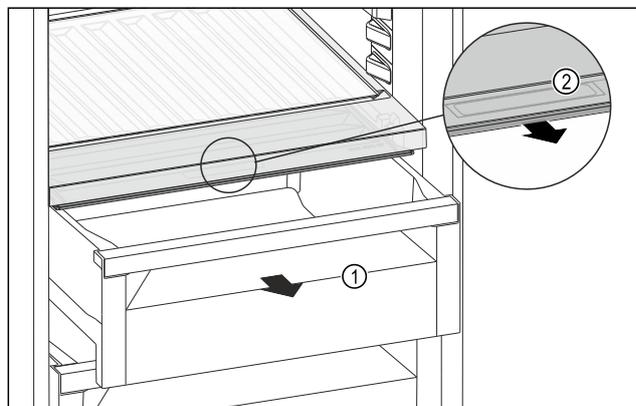

Fig. 95
- ▶ Schubfach Fig. 95 (1) herausziehen.
- ▶ Griffmulde Fig. 95 (2) am Fachdeckel anfassen und Fachdeckel gleichzeitig nach vorne ziehen.